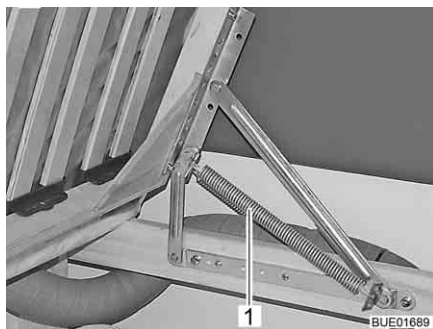

Bild 80 Fast säng
- Lyft ribbotten. Fjädrarna (Bild 80,1) håller kvar ribbotten i öppet läge.